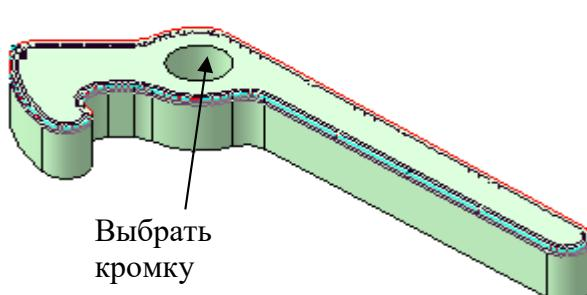

Рис. 56
- укажите на любую наружную плоскую грань детали (рис. 56) – при этом выделяются все кромки;